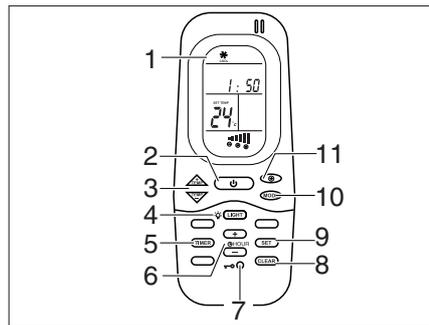
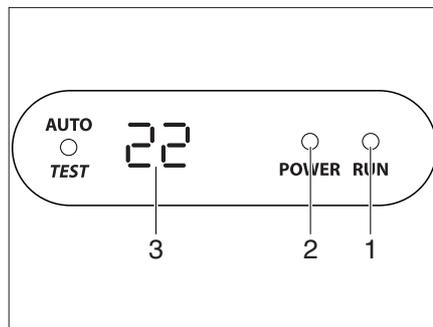

Fig. 117 Télécommande
Fig. 118 Écran du diffuseur
La climatisation est montée sur le toit du véhicule. La télécommande (Fig. 117) pour la climatisation se trouve dans le coin cuisine.
La climatisation est prête à fonctionner. La LED (Fig. 118,2) de l'écran du diffuseur brille en rouge.
- Pour la mise en service, appuyer sur l'interrupteur Marche/Arrêt (Fig. 117,2) de la télécommande. La DEL (Fig. 118,1) brille en vert si la climatisation fonctionne en mode refroidissement. La DEL (Fig. 118,1) brille en rouge si la climatisation fonctionne en mode chauffage.
- Régler le mode de fonctionnement désiré avec la touche MODE (Fig. 117,10).
- Si nécessaire, régler l'étage de ventilateur désiré avec la touche (Fig. 117,11) et la température ambiante avec les touches (Fig. 117,3).
- Pour la mise hors service, appuyer sur l'interrupteur Marche/Arrêt (Fig. 117,2) de la télécommande.
- Pour la programmation, enclencher la climatisation avec l'interrupteur Marche/Arrêt (Fig. 117,2) de la télécommande.
- Appuyer sur la touche TIMER (Fig. 117,5). L'indicateur ON de l'heure de démarrage est activé.
- Régler l'heure à l'aide des touches TEMP (+/-) (Fig. 117,3).
- Rappuyer sur la touche TIMER (Fig. 117,5). L'indicateur OFF de l'heure de démarrage est activé.
- Rappuyer sur la touche TIMER (Fig. 117,5).
- Une fois le réglage terminé, appuyer sur la touche SET (Fig. 117,9).
- En vue d'effacer la programmation de la minuterie, appuyer sur la touche CLEAR (Fig. 117,8).